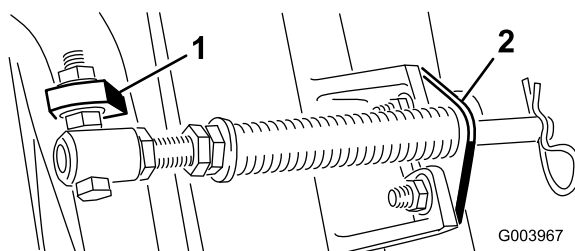

Figura 5
- D. Monte el soporte de la varilla en las pestañas de la unidad de corte con los pernos de cuello cuadrado y las tuercas (Figura 5).